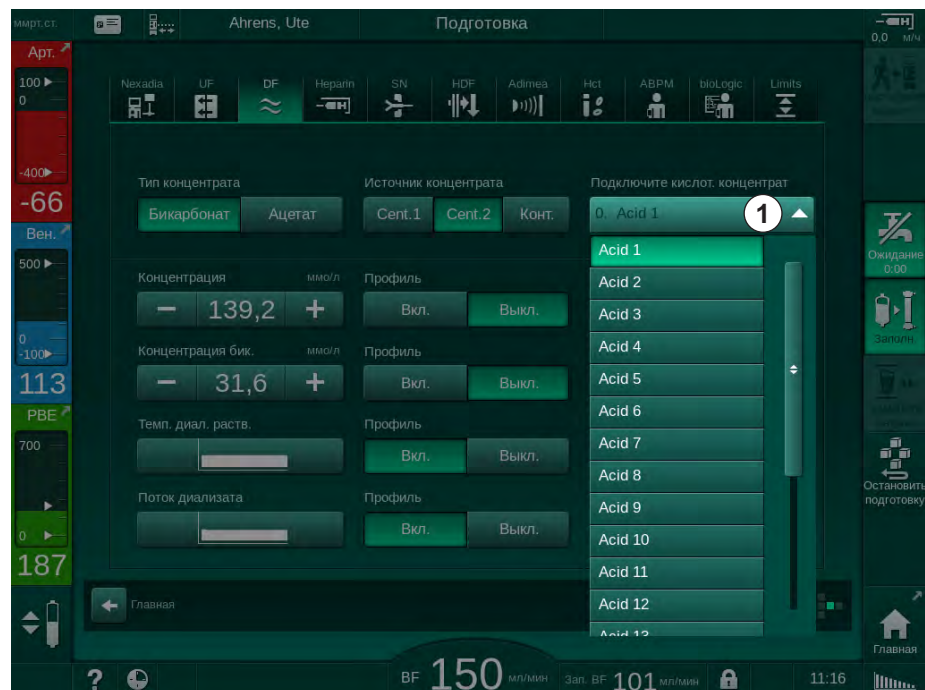

Рис. 5-18 Параметры DF в режиме «ммоль»
Если в режиме TSM была выбрана единица проводимости ммоль/л, то в данном случае будет отображено дополнительное поле с названием выбранного концентрата (Рис. 5-18, ①). При касании этого поля отображается список всех доступных концентратов. Можно выбрать до 20 кислот и 10 ацетатов.